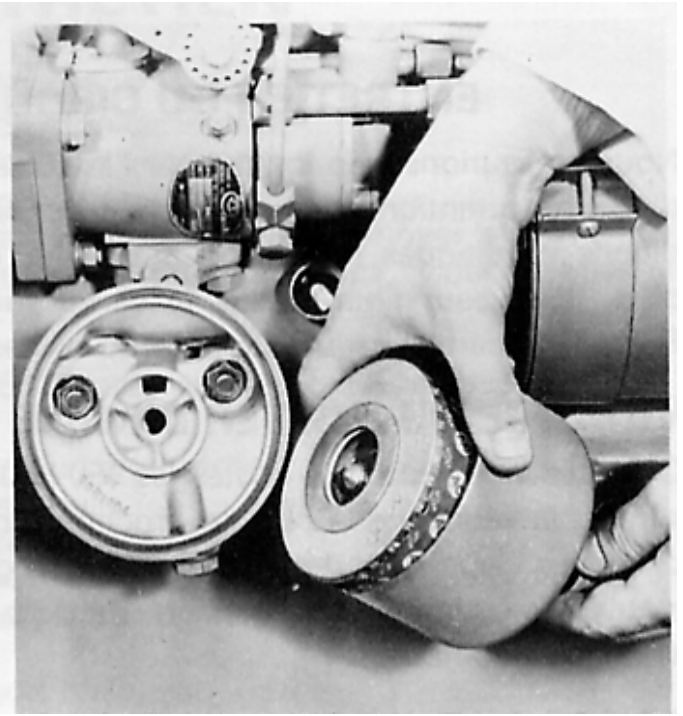

Fig. 7 — Cuve de filtre à huile et son élément filtrant.
2. Déposer la cuve fig. 7, sortir l'élément filtrant et le mettre au rebut.